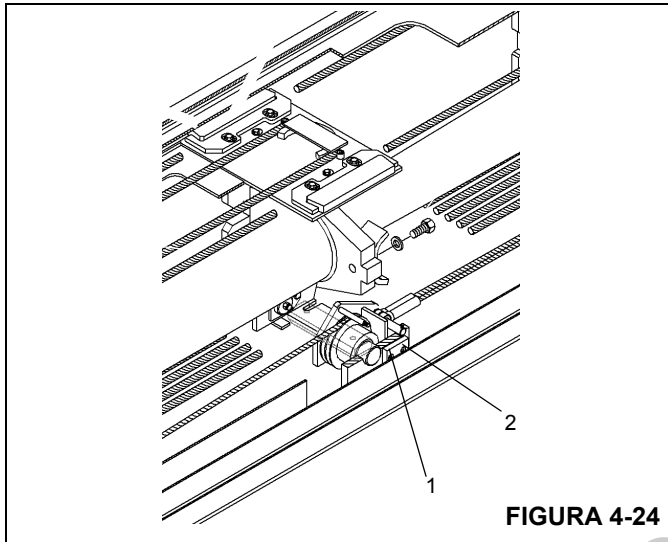

FIGURA 4-24
1. Instale las almohadillas de desgaste laterales traseras inferiores y suplementos (1) en la sección central exterior con dos tornillos (2) en cada una (Figura 4-24).